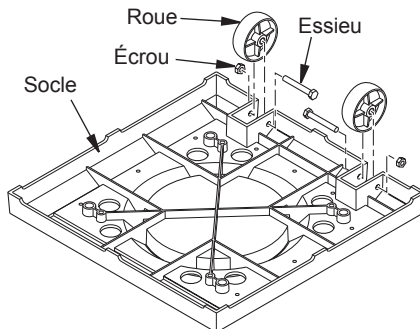
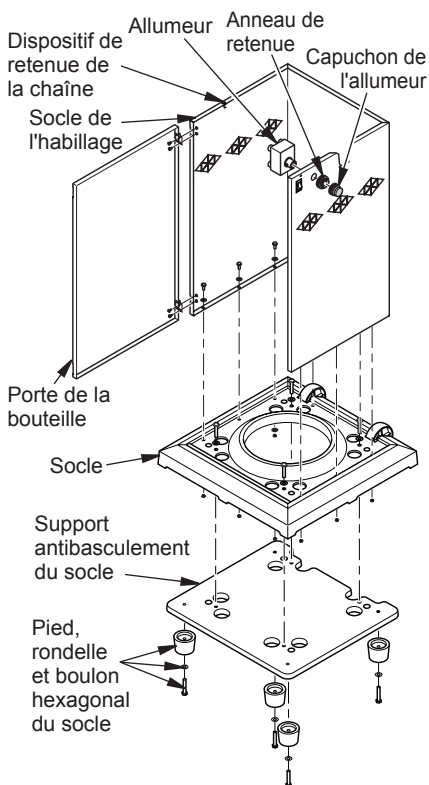

Figure 3 - Raccordement des roues au socle
Figure 4 - Assemblage du socle de l'habillage
1. Mettez le socle à l'envers. Fixez les 2 roues, 2 essieux (I) et 2 écrous (J), comme illustré à la figure 3. Ne serrez trop.
2. Attachez les 4 pieds du socle au support antibasculement du socle avec 4 rondelles (B) et 4 vis (A) comme illustré à la figure 4. Les pieds seront montés sur la partie surélevée du support antibasculement.
3. En faisant attention à ne pas égratigner la peinture, placez le socle de l'habillage sur son dos (utilisez un bloc de mousse pour soutenir l'arrière du socle de l'habillage). Alignez les trous du rebord inférieur du socle de l'habillage avec les trous du socle comme illustré à la figure 3. Fixez avec 1 vis (C), 1 rondelle (D) et 1 écrou (E) dans chacun des neuf trous (voir figure 4). Placez l'assemblage à la verticale.
4. Fixez le socle au support antibasculement avec 4 boulons hexagonaux (A) et 4 rondelles (B) comme illustré à la figure 4.
5. Accrochez les crochets (en forme de « S ») de retenue de la chaîne aux rebords supérieurs du socle de l'habillage, comme illustré à la figure 4.
6. Installez l'allumeur électronique sur la paroi de l'habillage comme illustré à la figure 4. Serrez à la main.
7. Fixez la porte du réservoir à l'habillage avec 4 vis (F) et 4 écrous (G) comme illustré à la figure 4. Placez l'assemblage de côté.